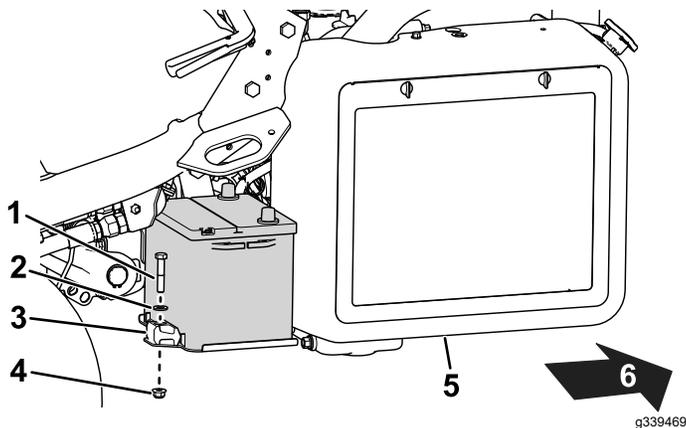

图 39
2. 拆下将电池固定到托盘图 39的紧固件然后提起电池。
5. 将电池放在电池托盘上用之前拆下的固定杆和紧固件固定图 39。